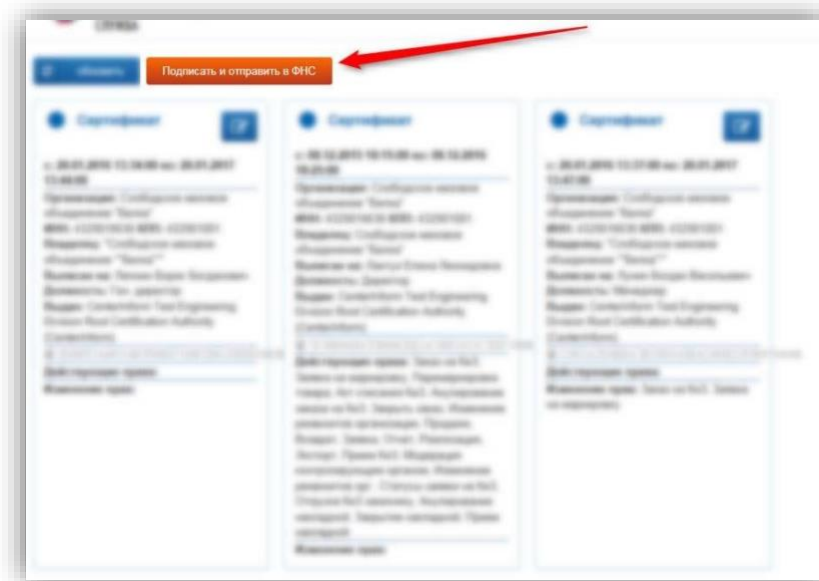

Рисунок 34 – Подписать и отправить
- Для завершения нажмите кнопку «Подписать и отправить» (рис. 34).